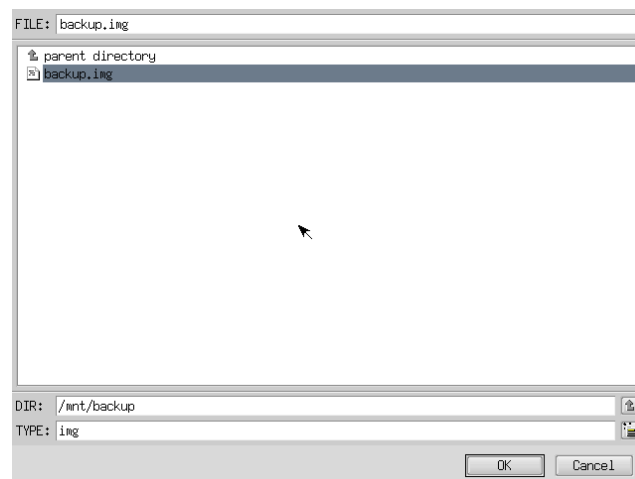

図 5-2-4. ファイル参照画面
- ⑧ ファイル参照画面（図 5-2-4）が表示されます。接続したストレージメディアは、/mnt にマウントされていますので、/mnt 以下から目的のファイルを探してください。[OK]を押すとファイル選択画面にもどります。
- ⑨ ファイル参照画面（図 5-2-4）で指定したバックアップファイルが入力されていることを確認します。